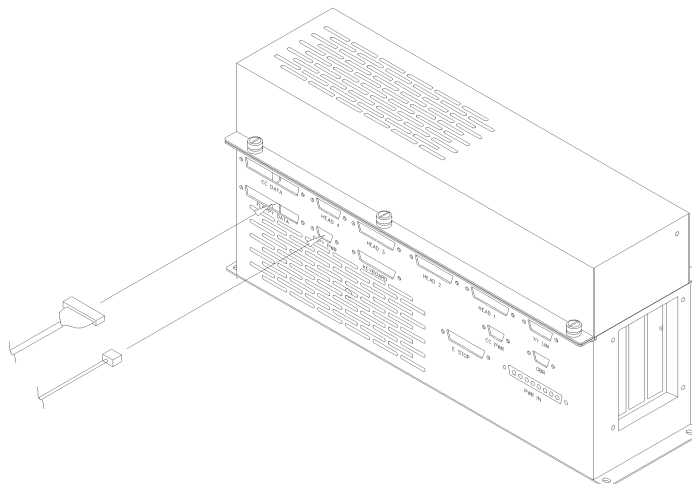

Abbildung 3-8
2. Den unteren mittleren Abstandsdeckel entfernen (siehe Abb. 3-8).
5. Das Flachbandkabel hinten an der Stickmaschine anschließen, wie dargestellt in Abb. 3-8.